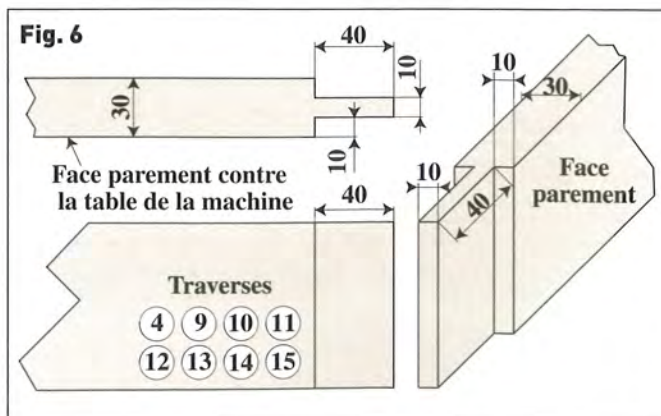

Fig. 6
- Modifiez votre calage pour tenonner les traverses (4), (9), (10), (11), (12), (13), (14) et (15). Leurs tenons font en effet 40 mm de longueur et leur hauteur d'arasement est de 10 mm (Fig. 6). La longueur des traverses hors tenons est ici de 1 460 mm pour les